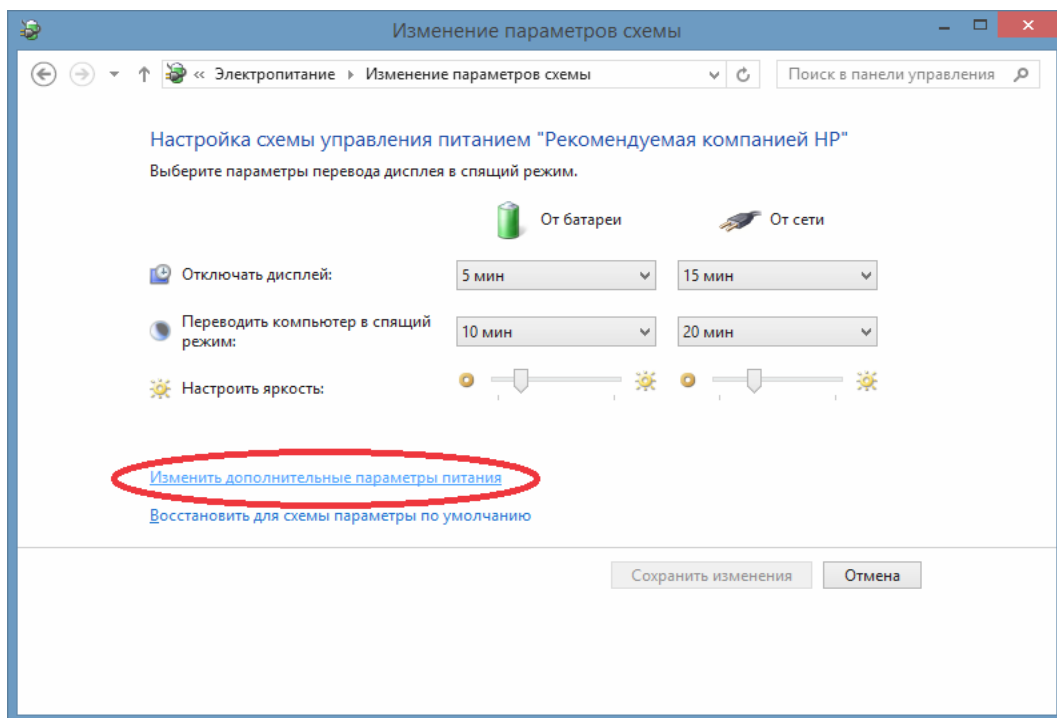

Рисунок 12
3) в окне «Изменение параметров схемы» нажать ссылку «Изменить дополнительные параметры питания» (рисунок 12);